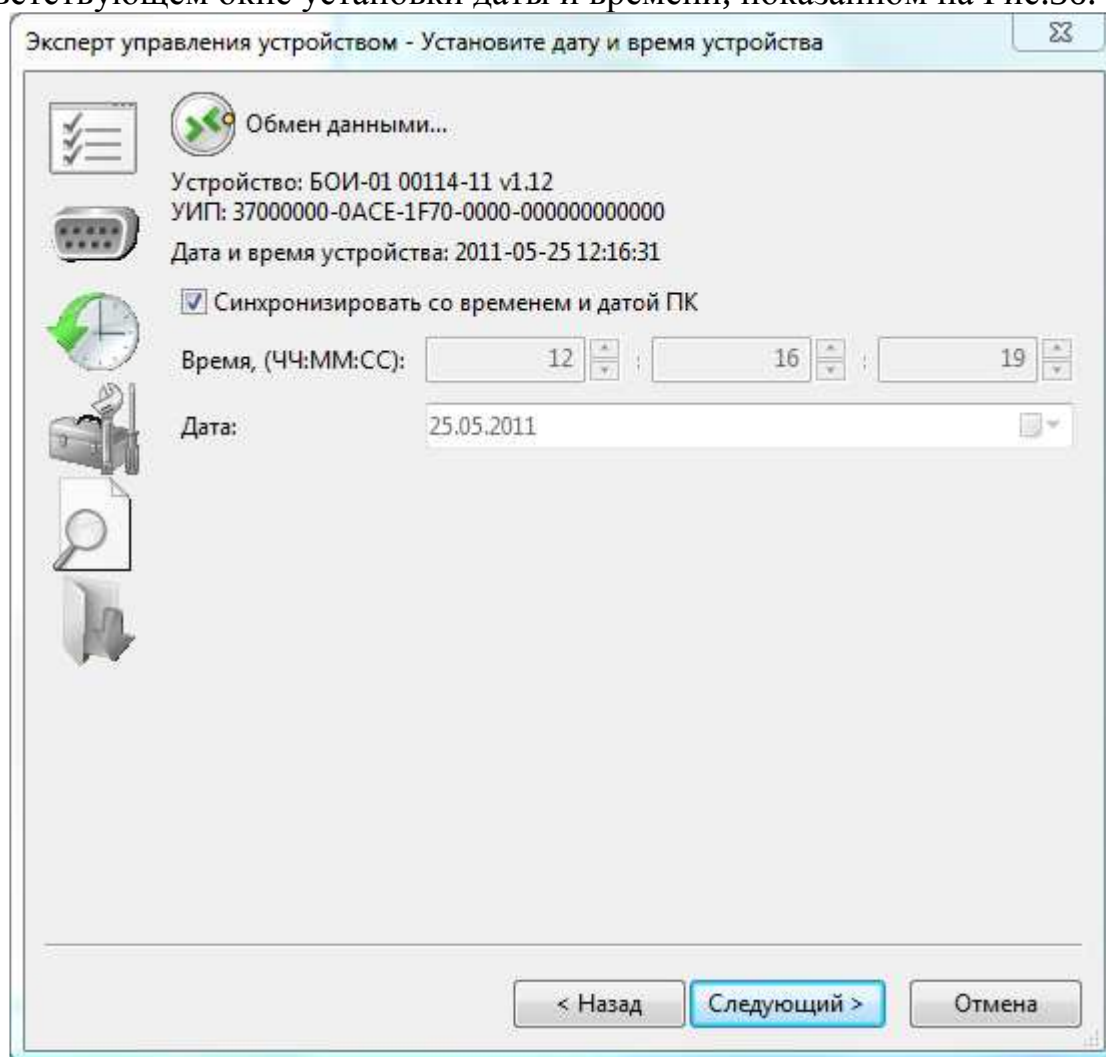

Рис.36 – Окно установки даты и времени в БОИ-01
2.10.4.3. **Установка даты и времени БОИ-01** производится в соответствующем окне установки даты и времени, показанном на Рис.36: